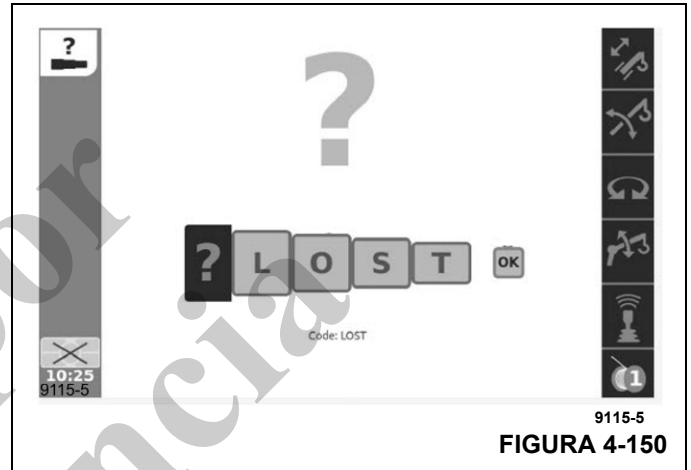
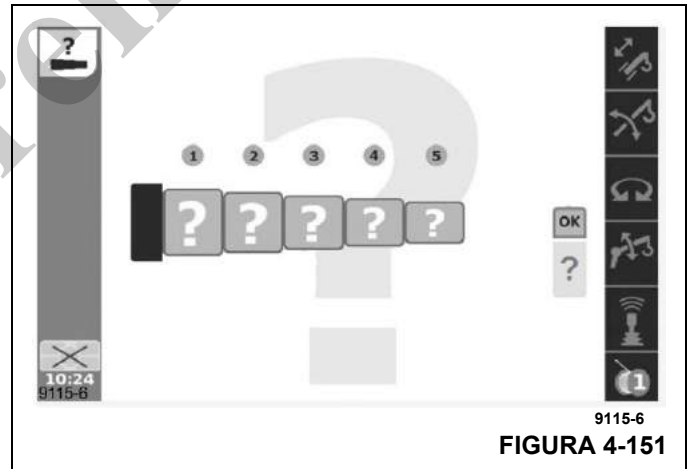

FIGURA 4-150
FIGURA 4-151
- Aparece la pantalla de solicitud de restauración telescópica como se muestra en la Figura 4-150. Esta pantalla es para introducir un código de confirmación. El código de confirmación es L-O-S-T. Cuando se introducen estas letras en la pantalla, se puede usar el botón Intro sobre la opción OK que se muestra en la pantalla. Si este es el código correcto, aparece la pantalla de restauración telescópica como se muestra en la Figura 4-151.
- En la pantalla de restauración telescópica, como se muestra en la Figura 4-151, el operador puede indicar la configuración de pluma actual (“estado de telescopización real”). Se ven 5 cuadros disponibles (para las 5 secciones de pluma telescópicas). Cada uno de estos cuadros puede usarse para cambiar a uno de los siguientes valores:
- Cuando cada uno de los cuadros se haya ajustado con el valor o indicación correcto, puede usarse un botón Intro en la opción OK de la pantalla. Si el sistema de control confirma esta configuración de pluma, aparece un signo de verificación bajo la opción OK. De lo contrario, permanece el signo de interrogación bajo OK (como en la Figura 4-151); en este caso, el operador debe salir de la pantalla y repetir el intento de ingresar la configuración real de la pluma.